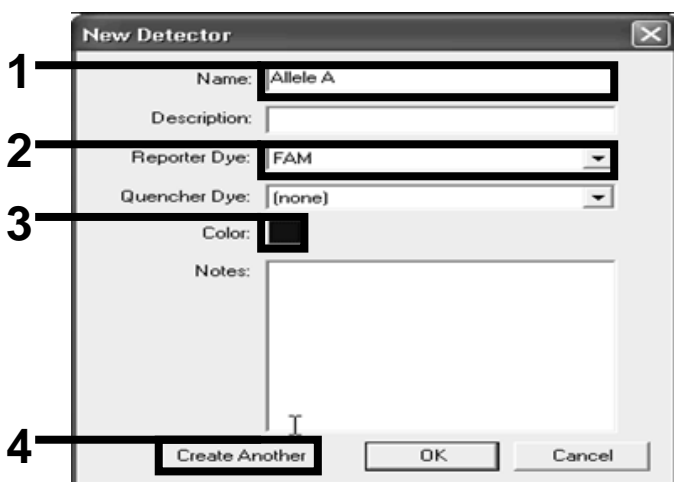

Figura 15. Creazione di rilevatori.
16. Nel campo "Name" (Nome) della finestra di dialogo "New Detector" (Nuovo rilevatore) digitare *Allele A* (Figura 15). Lasciare il campo "Reporter Dye" (Fluorocromo reporter) impostato su "FAM". Fare clic sul pulsante "Color" (Colore), selezionare un colore e fare clic su "OK" (Figura 15). Fare clic su "Create Another" (Crea un altro) (Figura 15).